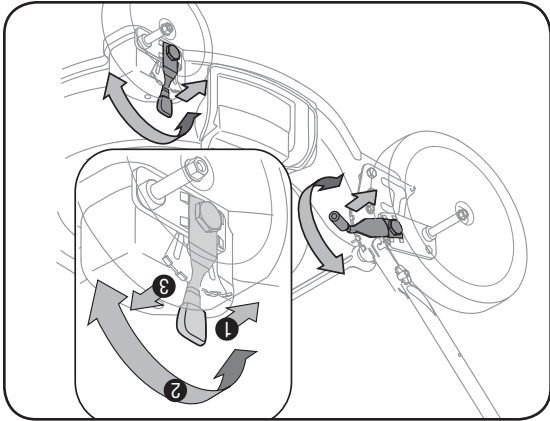

Figure 3-6
6. Un levier de réglage se trouve sur chacune des roues à la hauteur choisie. Voir la Figure 3-6.